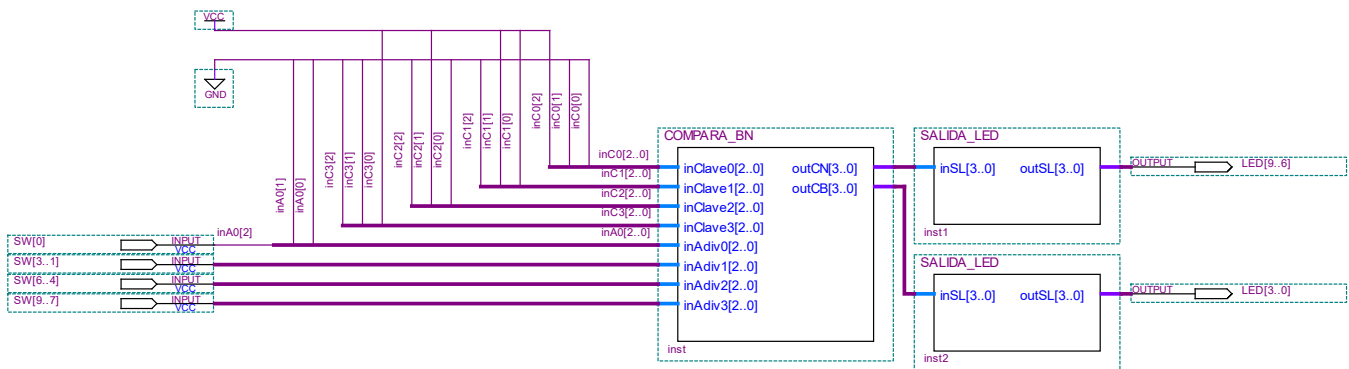

Figura 3. **COMPARA_BN** y **SALIDA_LED**.
Para probar el circuito **COMPARA_BN** en la placa se utilizará el circuito de la Figura 3, donde la clave es fija (1234), las pistas se visualizarán en los leds (blancas – leds 3 a 0 y negras – leds 9 a 6) y para ingresar las distintas adivinanzas (A[3..0]) se utilizarán los 10 switches de la placa de la siguiente manera:
- A los efectos de probar el funcionamiento de **COMPARA_BN** en la placa, generar un proyecto con el circuito indicado en la figura 3, donde las entradas SW[9..0] debe ir conectado a los switches 9 al 0 y las salidas LED[9..6] y LED[3..0] a los leds 9 al 6 y los leds 3 al 0 respectivamente. Programar la placa y verificar el funcionamiento del circuito.